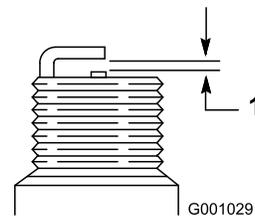

Figura 24
4. Ajuste el espacio entre los electrodos a 0,76 mm si la bujía es nueva, según se muestra en Figura 24.